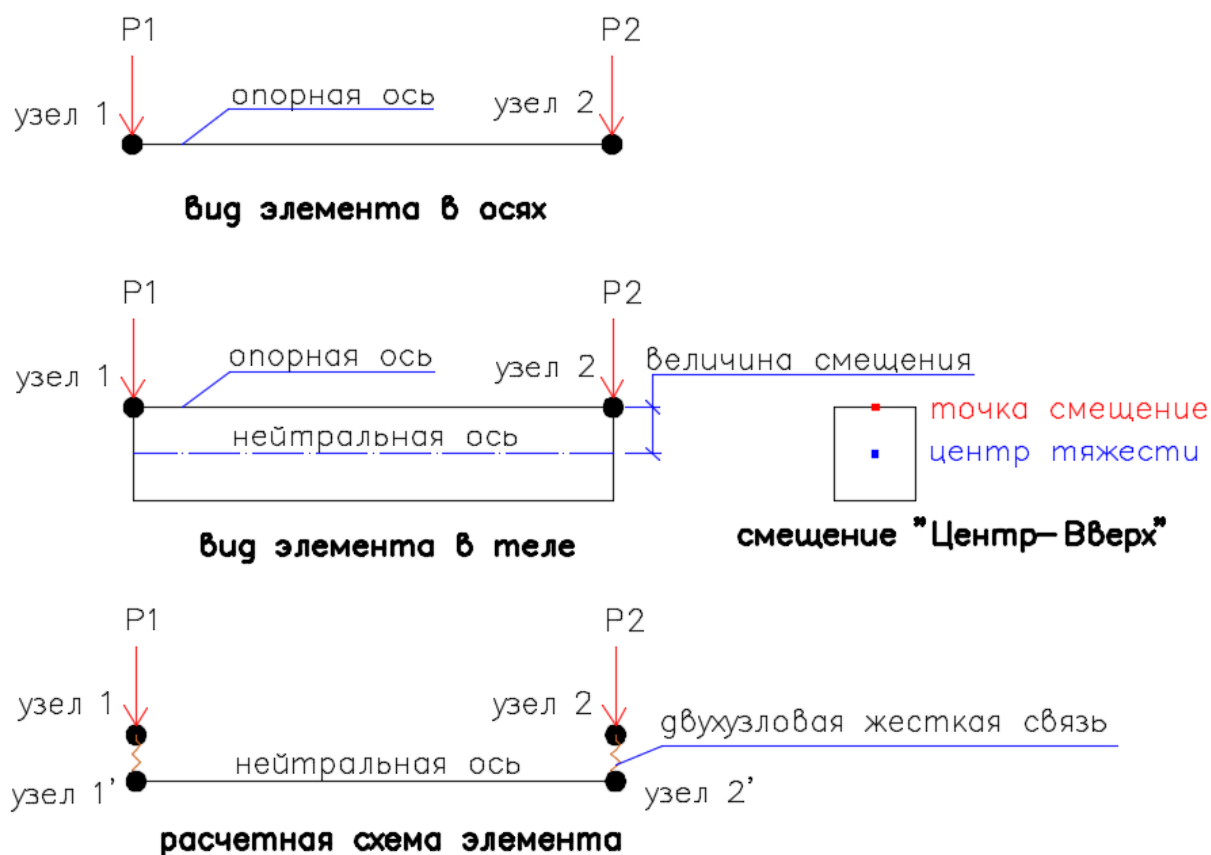

Рисунок 2.39 – Влияние смещения на приложение узловых нагрузок
Если смещение назначено сечению, узловая нагрузка (P) остается добавленной к соответственному узлу, несмотря на смещение (см. Рисунок 2.39).